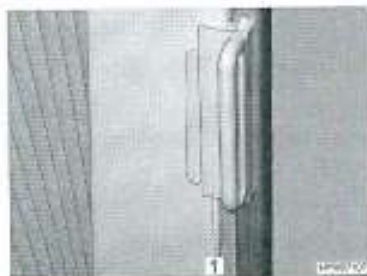

Fig. 20 Dispositif de verrouillage pour dispositif occultant plissé pour la fenêtre côté conducteur/passager
- Pousser sur la pièce de fixation les dispositifs occultants plissés pour les fenêtres côté conducteur et côté passager avec la poignée (Fig. 20,1). Le dispositif occultant est bloqué.